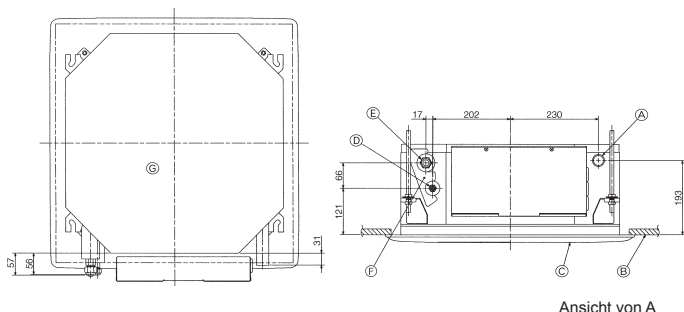

Fig. 3-1
3.1. Lage der Kältemittel- und Abflußrohrleitung der Innenanlage (Fig. 3-1)